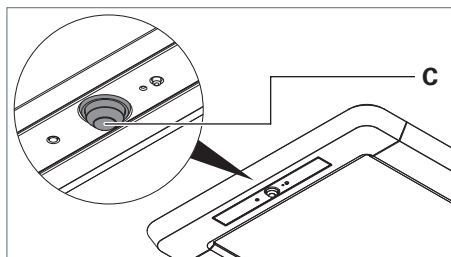
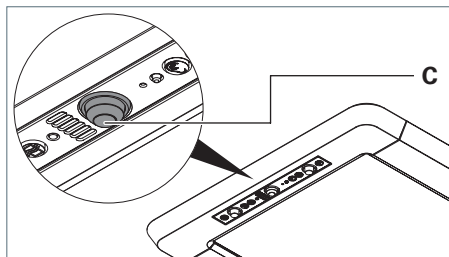

Fig. 23: PIR Sensor, Ausführung R.
Fig. 24: PIR Sensor, Ausführung RX.
- ▶ Stellen Sie den Kugelkopf **C** des PIR Sensors in die gewünschte Richtung, siehe Fig. 23 und siehe Fig. 24.